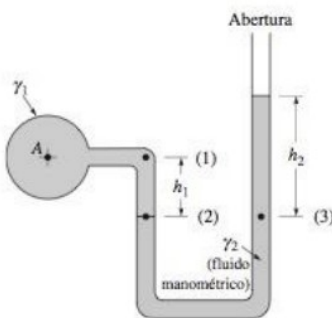
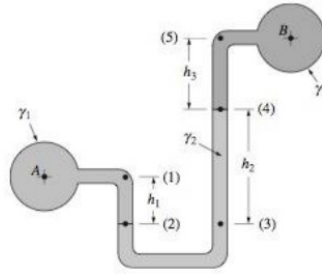

Figura 5: Manômetro em U simples
Figura 6: Manômetro em U diferencial
No caso da figura 5, começamos na extremidade aberta seguindo para o ponto A ($p - p_0 \rightarrow p_A - 0$)¹ A pressão no ponto A e (1) são as mesmas e à medida que vamos do ponto (1) para o (2) a pressão aumentará em $\gamma_1 h_1$. A pressão no ponto (2) é igual à pressão no ponto 3, uma vez que as pressões em elevações iguais em uma massa contínua de fluido em repouso devem ser as mesmas (observe que não é possível "pular" do ponto (1) para um ponto de mesma elevação ao outro lado do tupo pois podem ser pontos de massa contínua de fluido diferentes). Com a pressão em (3) especificada, movemos para a extremidade aberta onde a pressão manométrica é 0. Como nos movemos para cima, a pressão decresce em magnitude $\gamma_2 h_2$. Em forma de equação:
Uma das vantagens do manômetro de tubo em U está no fato que o fluido manométrico pode ser diferente do fluido no recipiente cuja pressão deve ser determinada. Por exemplo, o fluido em (A), (ainda na figura 5) pode ser um líquido ou um gás. Se A contiver um gás, a contribuição da coluna de gás $\gamma_1 h_1$ é quase sempre desprezível de modo que $p_A = p_2$, ou seja,
Um manômetro em U pode também ser utilizado para determinar a diferença na pressão entre dois recipientes, como na figura 6
¹Vale a explicação mais detalhada: inicialmente, temos $p - p_0 = \gamma h$, onde p é a pressão final e p_0 é a pressão inicial. Assim sendo, para determinar a diferença de pressão entre o ponto A e o ponto B, começamos no ponto A and terminamos no ponto B, ou seja, $p_B - p_A$. Poderíamos, alternativamente, determinar a diferença de pressão entre o ponto B e o ponto A, começando no ponto B e terminando no ponto A, ou seja, $p_A - p_B$. Segue a recomendação de **SEMPRE** seguir o caminho **ATÉ** o ponto onde se deseja conhecer a pressão. Logo, na figura 5, começamos no ponto aberto e vamos para o ponto A, a equação se torna, então, $p_A - p_0$. Já na figura 6, independe a ordem, mas, como indicado pela forma como foi fornecida a equação final no livro, devemos ir do ponto B até o ponto A, ou seja, $p_A - p_B$.